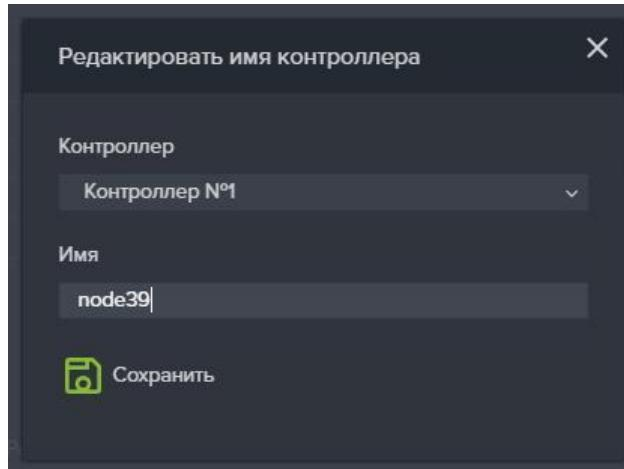

Рисунок 19. Редактировать имя контроллера
- Нажмите на кнопку «Редактировать имя контроллера». Откроется одноименное окно (см. Рисунок 19)**Ошибка! Источник ссылки не найден.**;